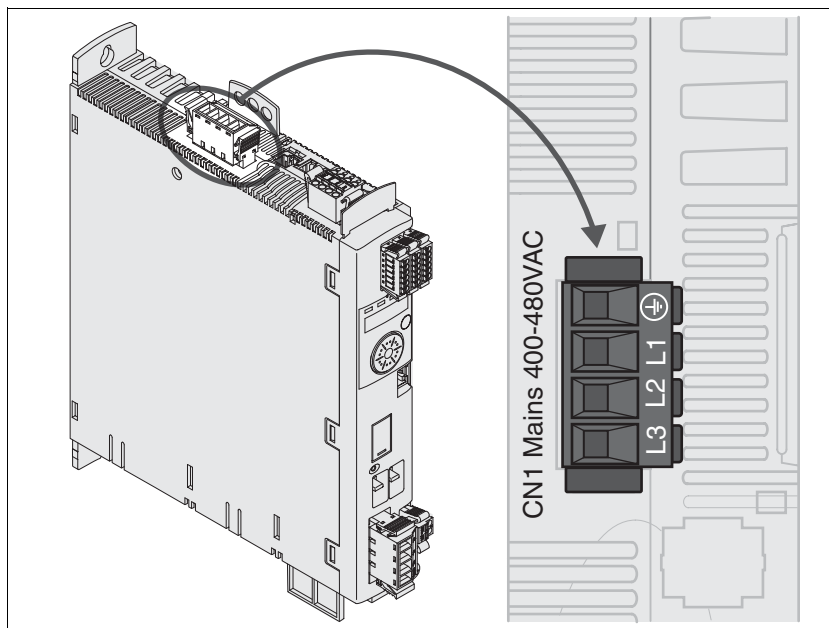

图 6.13 三相设备输出级电源接线图
- ▶ 将电线连接至（图 6.13）。注意接线端子螺钉的不同拧紧扭矩。